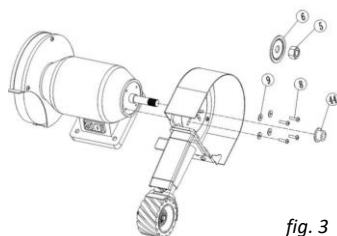

fig. 3
1. Retirez la meule et l'écran protecteur, en conservant l'écrou (n° 5) et le flasque de roue (n° 6) en lieu sûr pour les applications futures (fig. 3).
2. Positionnez le gabarit de manchon de positionnement (n° 44) sur l'arbre moteur contre le capuchon d'extrémité de moteur (fig. 3).
3. Installez le cadre de courroie abrasive sur l'arbre moteur au moyen des rondelles plates (n° 9) et des vis (n° 8). Assurez-vous qu'ils sont correctement serrés (fig. 3).